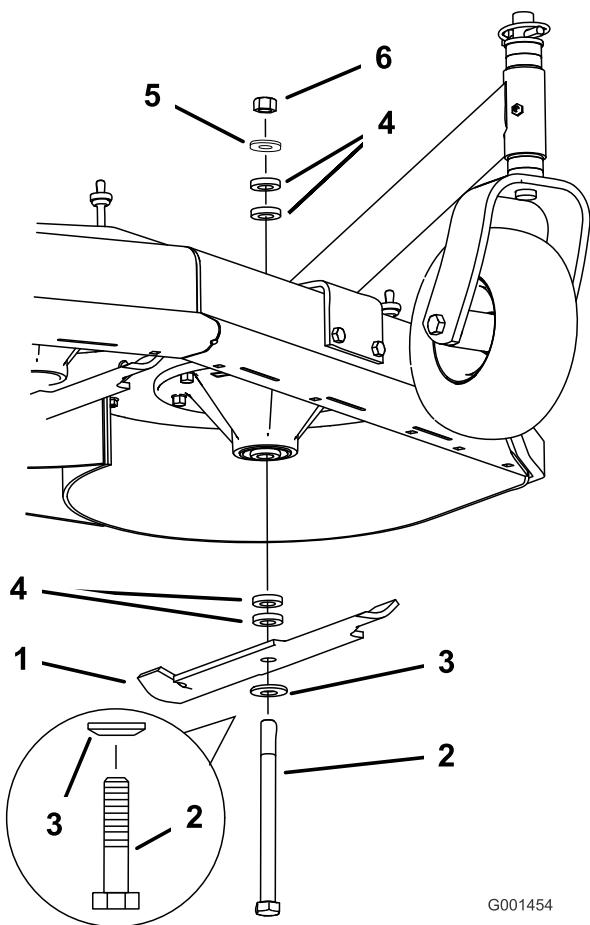

Figura 17
3. Sujete el perno de la cuchilla y retire la tuerca (Figura 17).
4. Deslice el perno por el eje, y cambie los espaciadores según sea necesario (Figura 17).
5. Instale el perno y la arandela curva, añada los espaciadores adicionales que sean necesarios, y sujetelos con una arandela fina y una tuerca (Figura 17).